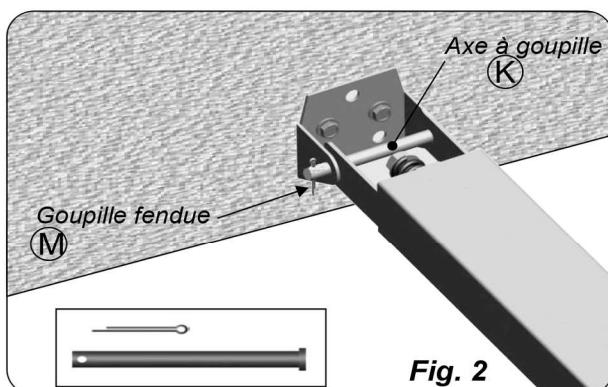

Fig. 2
- Fixer l'extrémité du rail moteur sur le support linteau, au moyen de l'axe à goupille long (fig. 2)